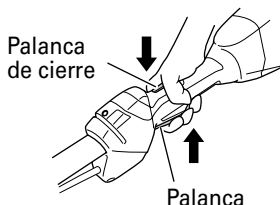

Fig. 35
- Sujete el asa por la parte superior, pulse la palanca de cierre y tire de la palanca para activar la rotación del cabezal de nylon. (Fig. 35)